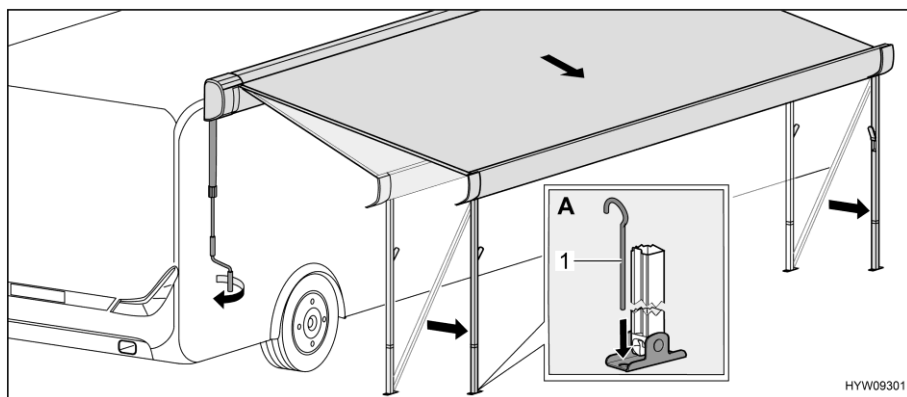

Fig. 27 Placer le store extérieur en position finale
- Fixer les pieds d'appui dans le sol avec des piquets (Fig. 27,1) (Fig. 27,A).